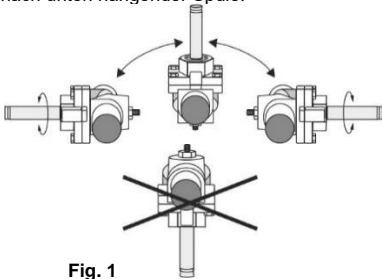

Fig. 1
- Einbaulage des Ventils ist beliebig (Fig. 1), jedoch nicht mit nach unten hängender Spule.